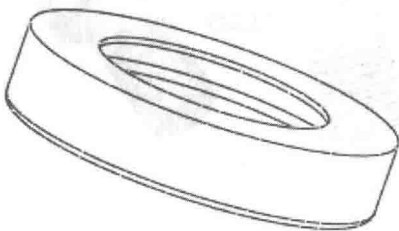
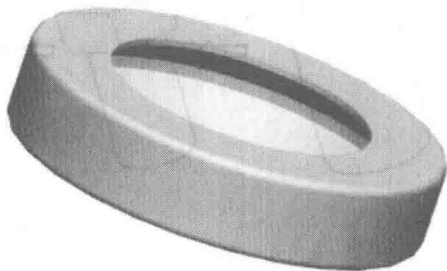

图 1-14
图 1-15
(4) 单击  按钮, 预览建立的圆角特征, 如图 1-14 所示。
(5) 方法同上, 对另一条端面边线倒圆角, 圆角半径也为 5。
(6) 单击  按钮, 完成圆角特征的建立, 结果如图 1-15 所示。